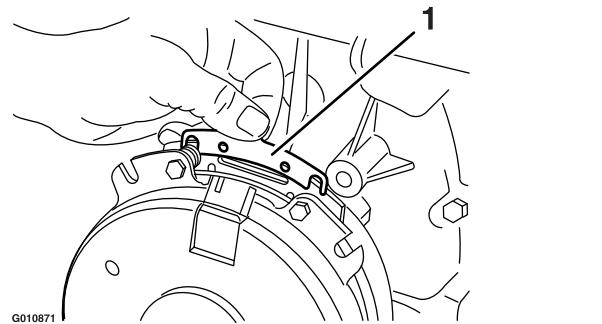

Figura 74
- B. Usando un alicate de punta fina, o a mano, sujete la pestaña y retire el suplemento (Figura 74).